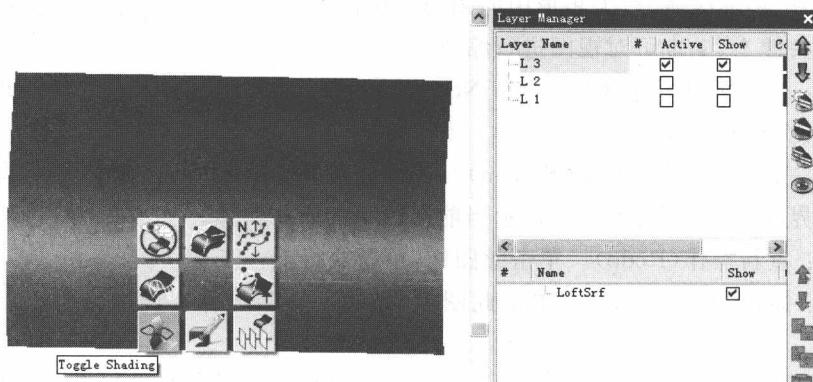

图 1.11
(8) 在层管理器中,取消图层 L1、L2 对应的 Show 的勾选,如图 1.11 所示,用鼠标单击 L3 图层,下面部分显示该图层上只有一个名为 LoftSrf 的曲面,就是刚刚生成的曲面。右击图形,选择 将该曲面渲染着色。至此,完成了点云重构曲面。依次按功能键 F1~F8,观察各种视图状态下的实体显示。
(9) 选择 File→Save As,将完成的曲面另存为文件“1-2